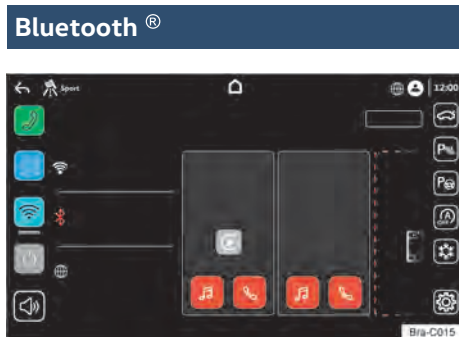

Fig. 131 Conectar via Bluetooth.
- Dependendo da versão do rádio, é possível conectar 2 dispositivos simultaneamente. Para estabelecer qual a função do dispositivo, selecionar o botão telefone para utilizar as funções de telefone e selecionar o botão mídia para utilizar as funções de mídia → Fig. 131.